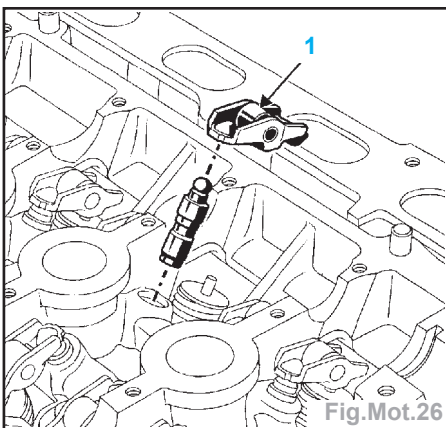

Fig.Mot.26
- Pour vérifier s'il faut les réamorcer, appuyer sur le haut de la butée (1) (Fig. Mot.26).